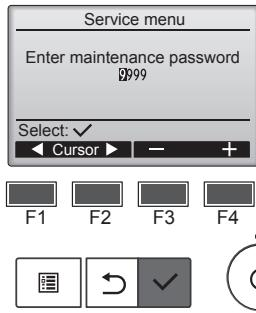

Fig. 7-3
① Выберите в главном меню пункт “Service” (Сервисное обслуживание) и нажмите кнопку .
② При выборе сервисного меню появится окно с запросом пароля. (Fig. 7-3)